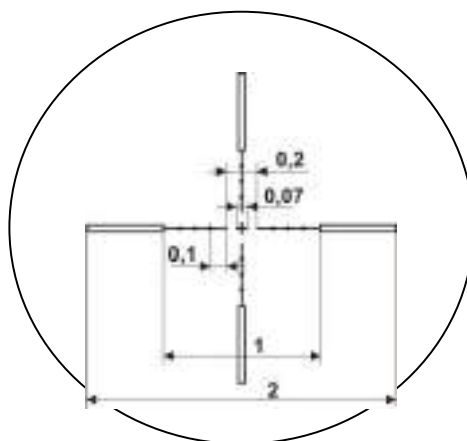

Рис.2
На рис. 2 представлен рисунок прицельной сетки для прибора «Dedal-470-DEP_0(100)-CG»
- 2) поместите перекрестье прицела так, чтобы одна сторона цели оказалась на риске Mil Dot (см. пример на рис. 2),